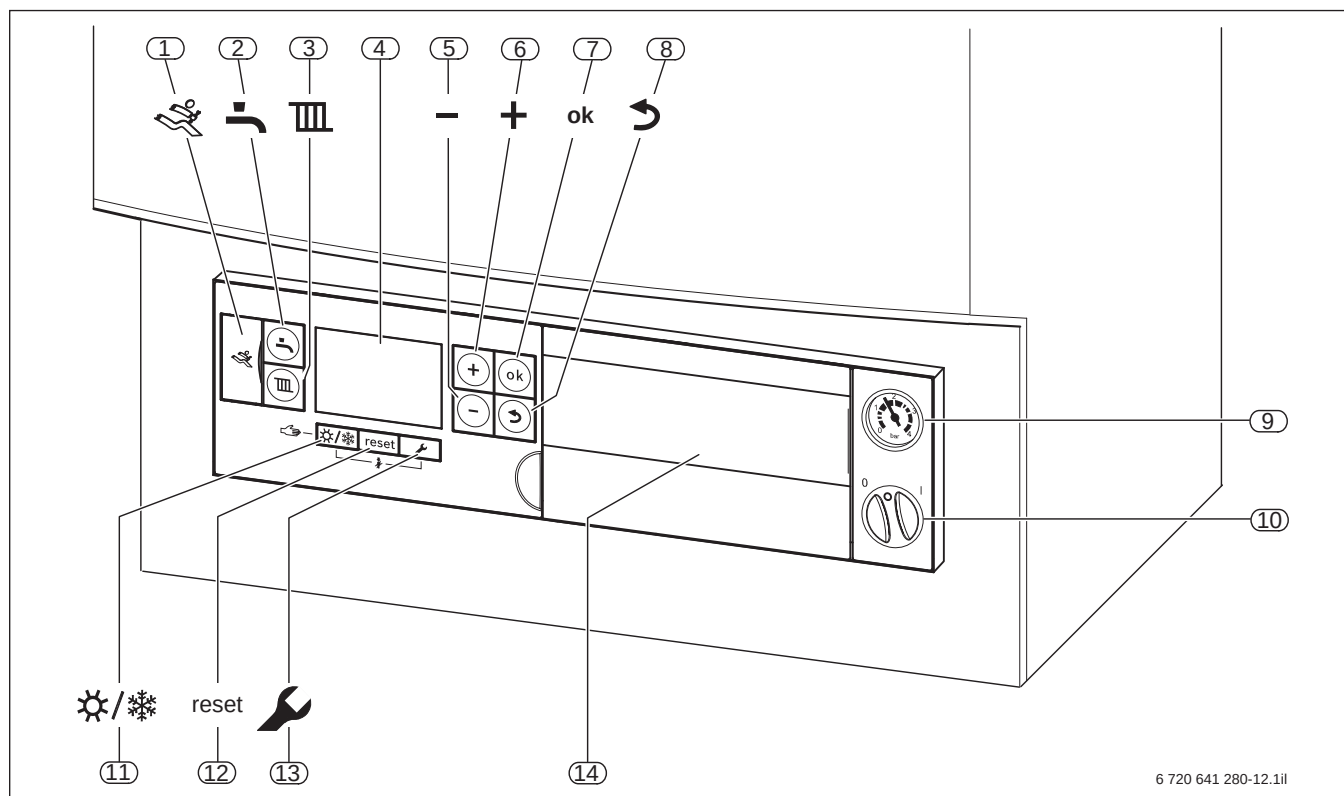

Рис. 23 Індикація та елементи керування базового контролера Logamatic BC25 (вбудований в котел GB172)
- Вмикання та вимикання котла і всіх приєднаних модулів через вимикач «Увімк./Вимк.» (див. рис. 23, [10], стор. 47)
- Кнопка перемикачання «Літній/зимовий режим» (див. рис. 23, [12], стор. 47)